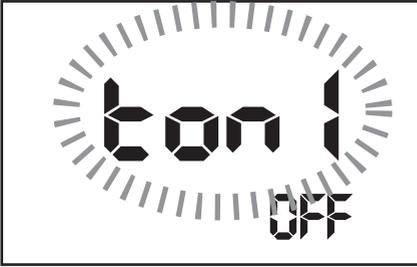

Bild 7.17: Auswahl Geräteparameter
- ▶ Zum Einstellen der Geräteparameter stellen Sie den Drehschalter "Messfunktion" (10) auf die Schalterstellung "Einstellung" (10). Im Display erscheint jetzt "ton1".
- ▶ Mit den Pfeiltasten (6 oder 7) können Sie nun zwischen den einzelnen Geräteparametern auswählen. Wählen Sie z.B. nun "ton1" aus (Ton bei Tastendruck), siehe Bild 7.17.